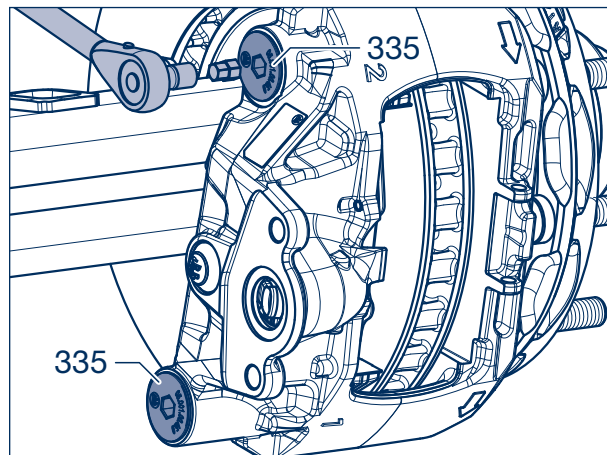

Рисунок 1
- [7] Вывернуть резьбовые заглушки (335, см. рисунок 1).
- [8] Смазать кольцо круглого сечения (355) средством BPW ECO Disc Grease и вставить его в паз (стрелка) опорной втулки подвижной опоры.
- [10] Вставить гофрированные чехлы (354) в пазы опорных втулок (326, 346, стрелка).